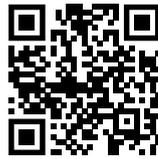

Fig. 135
- ▶ 请打开 Liebherr SmartMonitoring Dashboard。（参见 Fig. 135）